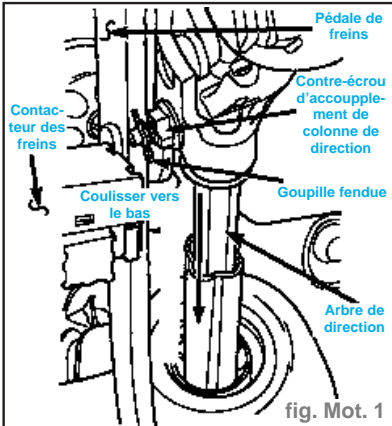

fig. Mot. 1
- Déposer de dessous du panneau d'instruments le boulon de cisaillement d'accouplement de la colonne. Faire coulisser l'arbre vers le bas pour le dégager de la colonne de direction (fig. Mot. 1).